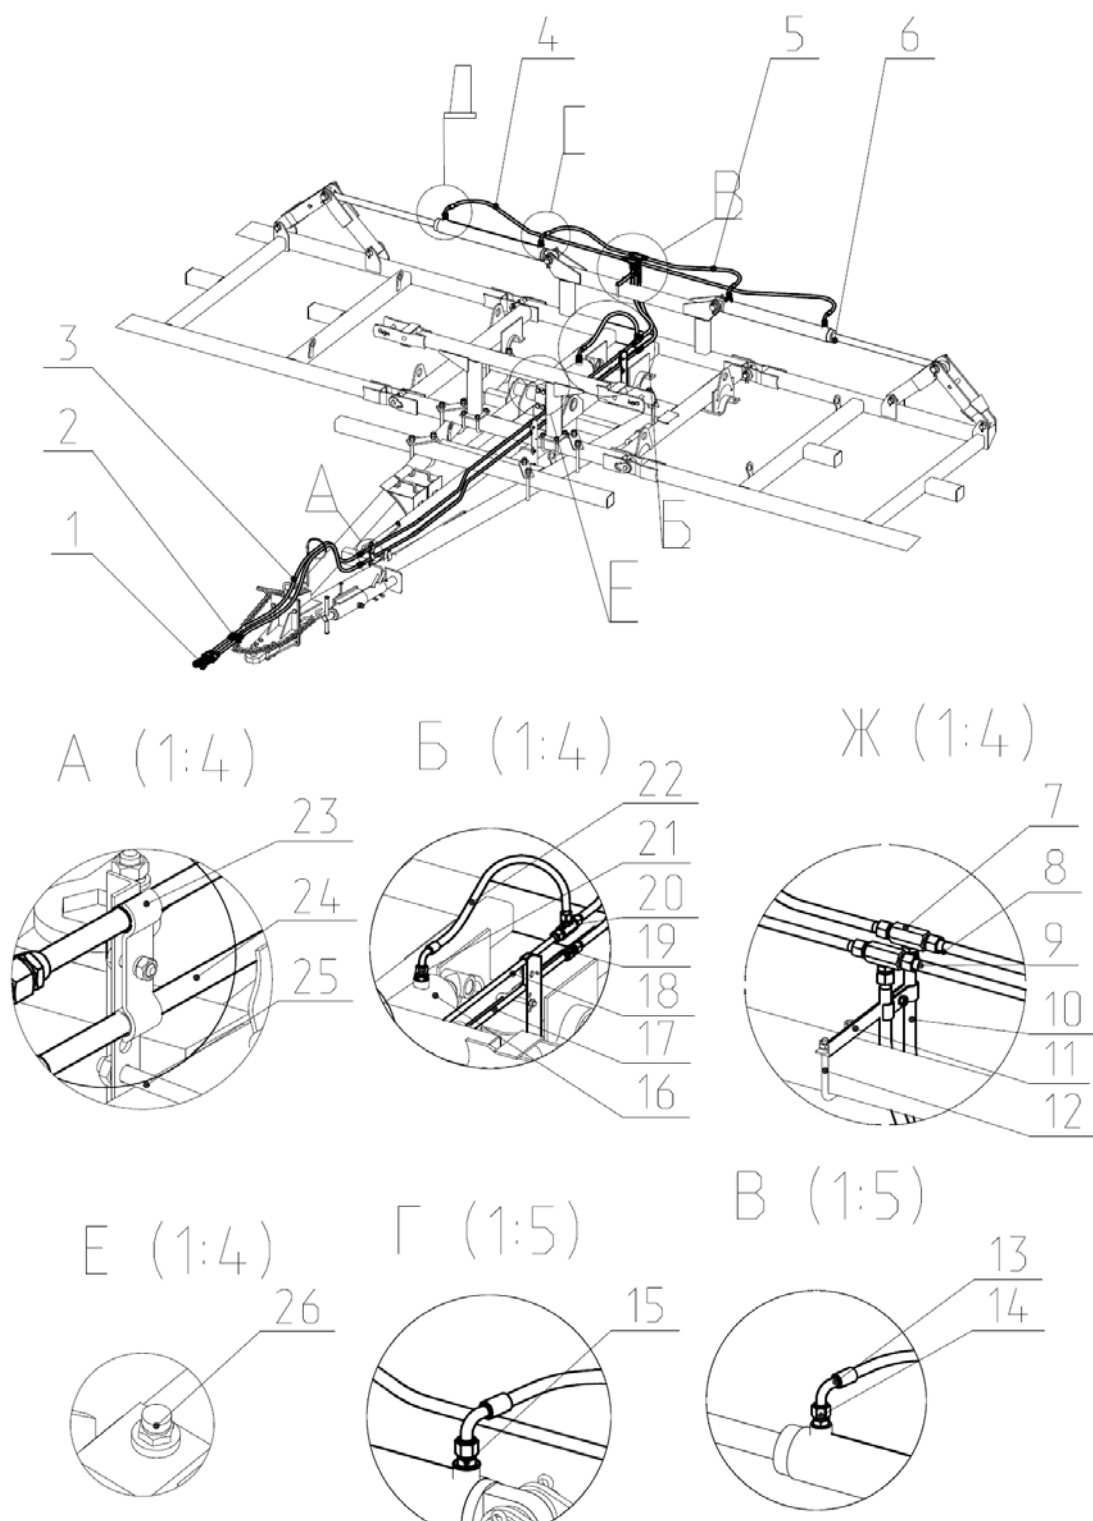

Рис.26 Гидросистема культиватора КСП-6.
2.29. Гидросистема культиватора (Рис.26) состоит из трех гидроцилиндров с одной парой выводов к трактору.